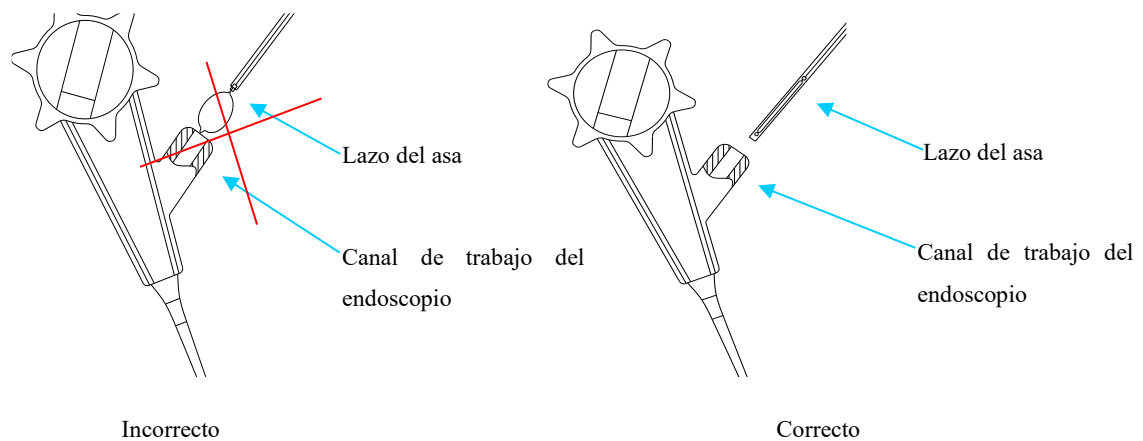
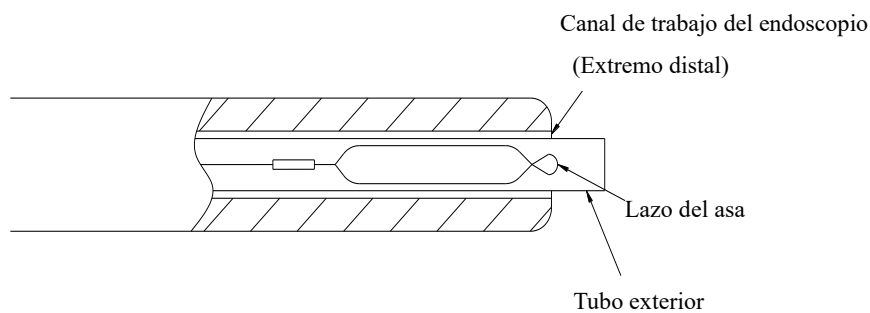

Figura 2
Figura 3
2. Accione la empuñadura del asa para volver a introducirlo en el tubo exterior (como se muestra en la figura 2). El asa entra en el tubo digestivo a través del orificio del canal endoscópico. Bajo el control endoscópico, debe garantizarse que el tubo exterior se salga por el extremo distal del canal endoscópico (como se muestra en la figura 3):